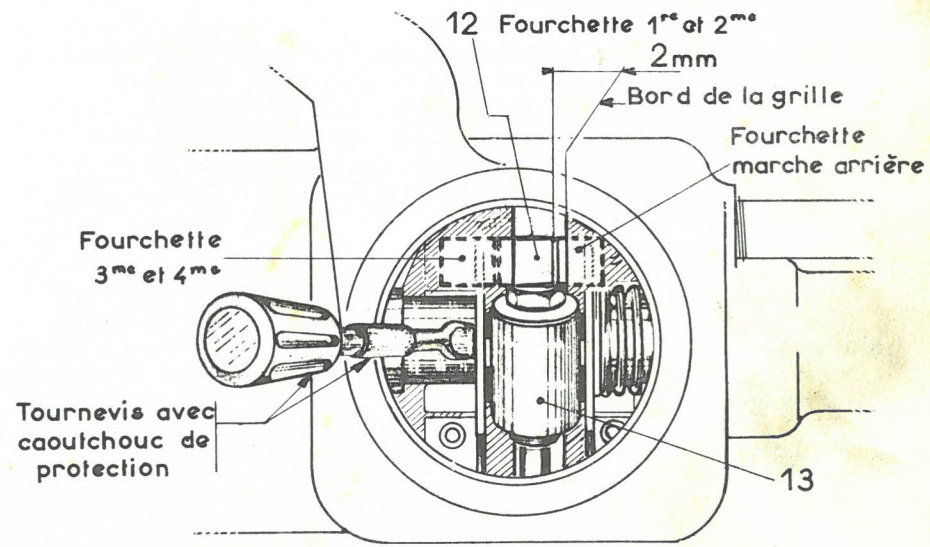

Fig.16
- 13) Engager le câble du sélecteur dans son axe de commande. Placer la vis de réglage (1) à 10 mm. environ de la bride du couvercle. Bloquer l'écrou (2)
- * 15) Par l'orifice du couvercle supérieur, à l'aide d'un tournevis, amener le doigt (13 - Fig. 16) de passage des vitesses dans l'alignement de la fourchette de lère - 2ème (12 Fig. 16). Puis la dépasser de 2 mm. environ vers la marche arrière, maintenir le doigt (13) dans cette position.
- 16) Visser l'écrou de réglage (4) tout en exerçant une légère pression sur l'embout fileté (3) du câble. Bloquer l'écrou (4), lâcher le levier qui revient en position Point Mort.
Si la 1ère ne passe pas : placer le doigt (13 Fig. 16) à plus de 2 mm. de l'alignement de la fourchette de lère - 2ème, ou s'il faut, étant sur la ligne du Point Mort, ramener le levier légèrement vers l'avant pour passer en lère, placer le doigt (13) à moins de 2 mm.
* *Afin d'éviter d'endommager le filetage du couvercle supérieur, mettre un manchon en caoutchouc sur le tournevis (voir Fig. 16).*